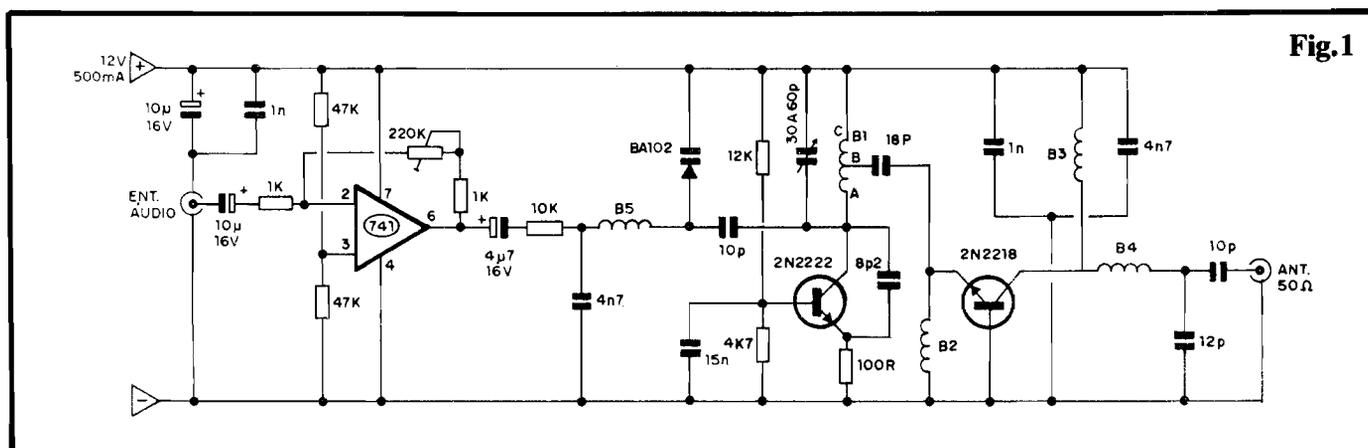

Fig.1
- **FIG. 1 - O CIRCUITO** - São três os blocos ou estágios básicos do circuito: um amplificador de áudio (centrado no Integrado 741), um oscilador de RF modulado (2N2222 e "adjacências") e um amplificador final de RF (2N2218